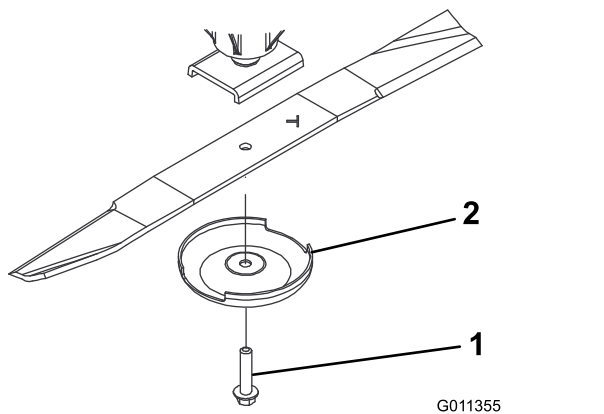

Figura 64
2. Sujete el extremo de la cuchilla usando un paño o un guante grueso. Retire del eje de la cuchilla el perno de la cuchilla, el protector de césped y la cuchilla (Figura 64).
3. Instale la cuchilla, con la vela hacia la carcasa de corte, con el protector de césped y el perno de la cuchilla (Figura 64). Apriete el perno de la cuchilla a 115–149 N·m.
Si se permite que la cuchilla se desgaste, se formará una hendidura entre la vela y la parte plana de la cuchilla (Figura 64). Con el tiempo, una parte de la cuchilla puede desprenderse y ser arrojada desde debajo de la carcasa, posiblemente causando lesiones graves a usted o a otra persona.